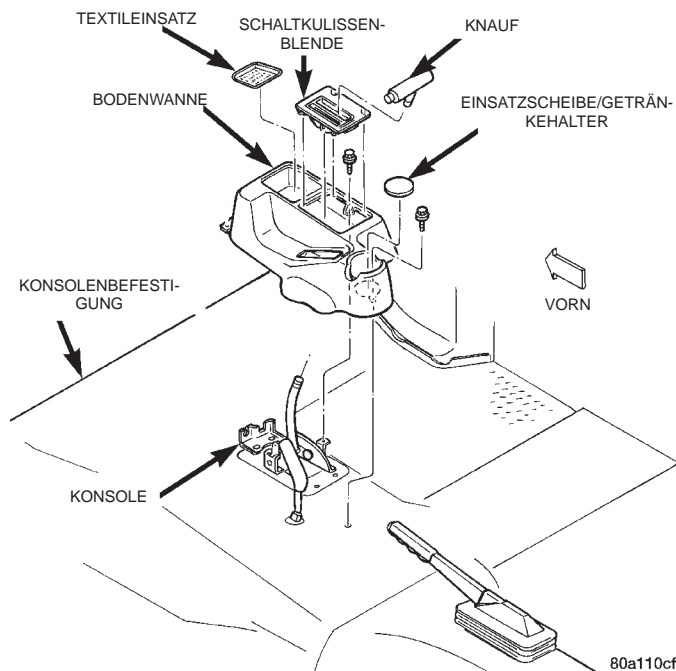

Abb. 60 Minikonsole
(1) Sitze ganz nach hinten schieben.
(2) Wählhebelknauf (nur Automatikgetriebe) nach oben abziehen.
(3) Mit einer schmalen flachen Klinge Schaltkulissenblende abhebeln. Steckverbinder der Schaltkulissenbeleuchtung abklemmen und Schaltkulissenblende ausbauen (nur Automatikgetriebe).
(4) Schalthebelmanschette mit einem Hartkunststoffstab abhebeln und ausbauen (nur Schaltgetriebe).
(5) Haltescheibe unten am Getränkehalter abbauen.
(6) Befestigungsschrauben lösen, mit denen die Konsole an der Bodenwanne befestigt ist (Abb. 60).
(7) Allradantrieb-Verteilergetriebe in Stellung "4L" schalten.
(8) Konsole anheben und Automatikgetriebe in Fahrstufe "L" schalten (bei Schaltgetriebe 2. Gang einlegen.)
(9) Konsole durch die Beifahrertür aus dem Fahrzeug nehmen.